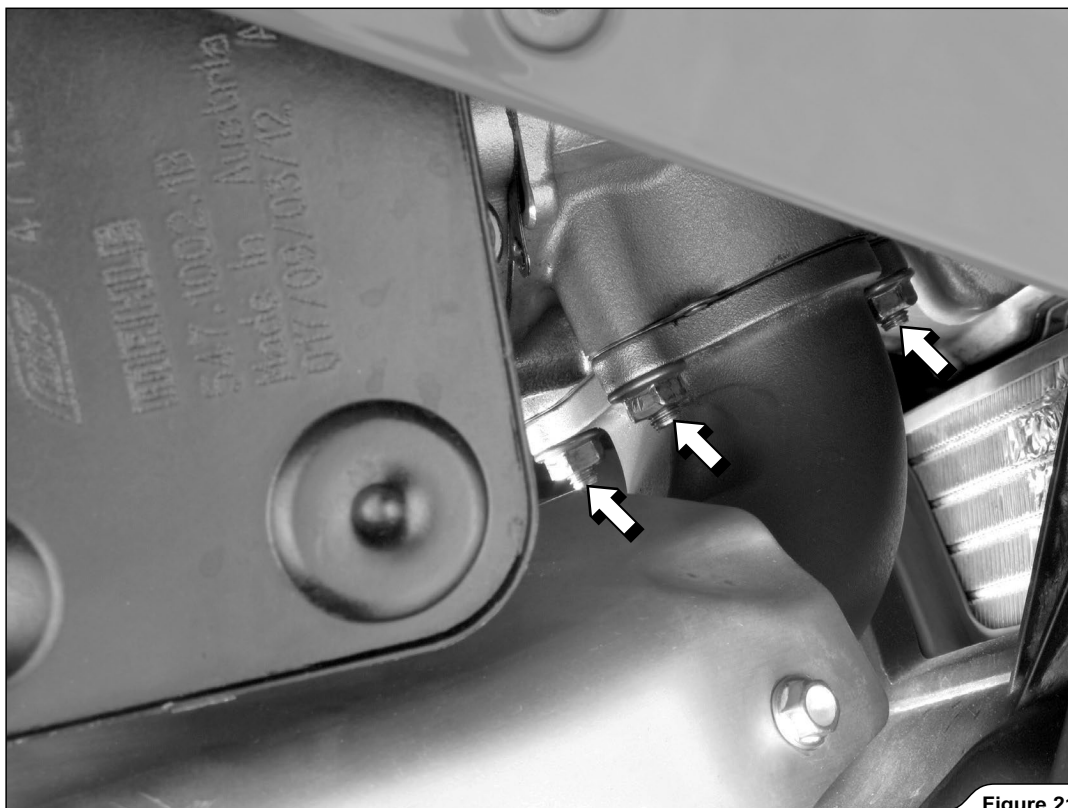

Figure 21
11. 図に示すナットを緩めて外し、フロントマニホールドパイプを慎重に車両から取り外します (図 21)。